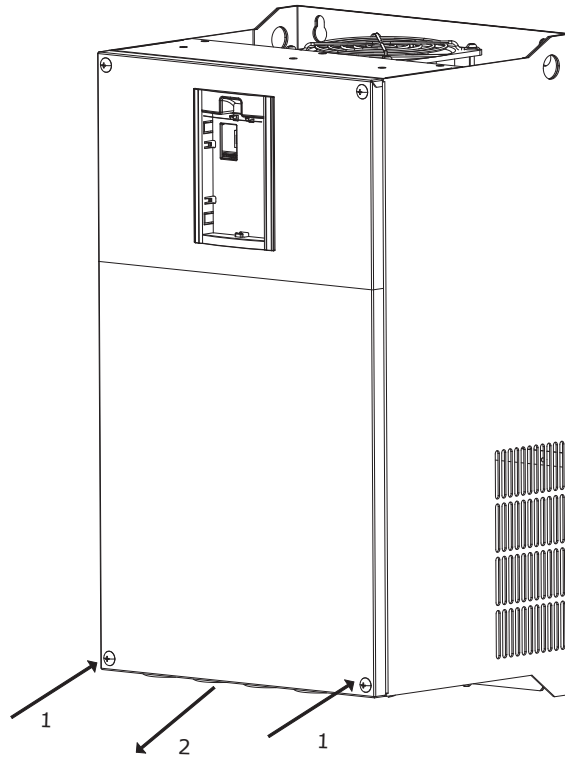

Рисунок 2.11 – Открытие нижней крышки
- для снятия нижней крышки ослабить с помощью крестовой отвертки два невыпадающих винта (см. рисунок 2.11 поз. 1);